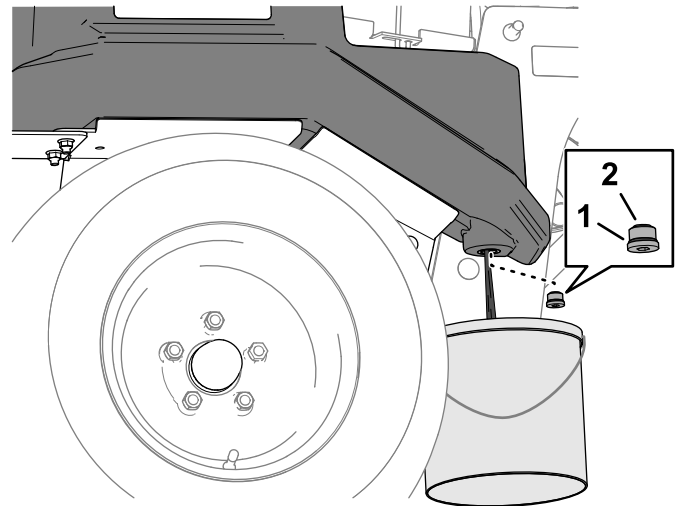

Figura 95
- Coloque un recipiente de vaciado con capacidad para 30 litros (8 galones US) o más debajo de la esquina delantera del depósito hidráulico (Figura 95).